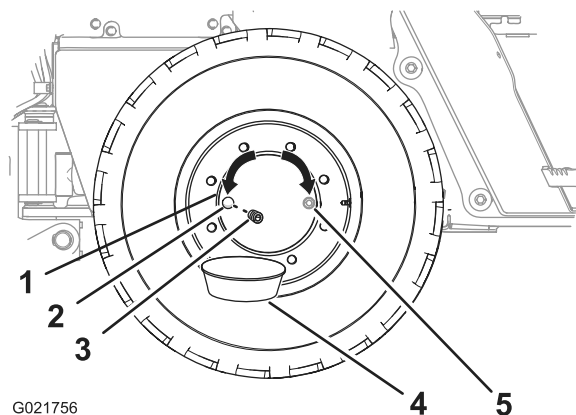

Figura 62
2. Spostate la macchina avanti o indietro al fine di posizionare il tappo dell'olio del mozzo nella posizione ore 3 o ore 9 nell'orologio (Figura 62).
4. Mettete una bacinella di spurgo sotto il tappo del mozzo della ruota (Figura 62).
5. Rimuovete il tappo dal relativo mozzo (Figura 62).
6. Verificate che il livello dell'olio sia alla base della filettatura del foro del tappo dell'olio (Figura 62).
- Montate il tappo nell'apposito foro del mozzo della ruota (Figura 62).